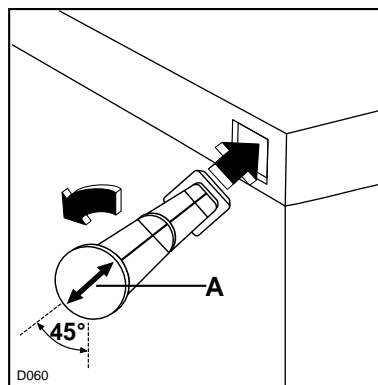

Fig. 2
Pour éviter que le condenseur ne touche le mur, vous devez fixer les 2 entretoises jointes à la notice d'utilisation. Pour cela: introduisez les entretoises dans les trous à l'arrière de l'appareil en vous reportant à la figure 2 puis tournez-les de 45° jusqu'à accrochage (flèche (A) verticale).